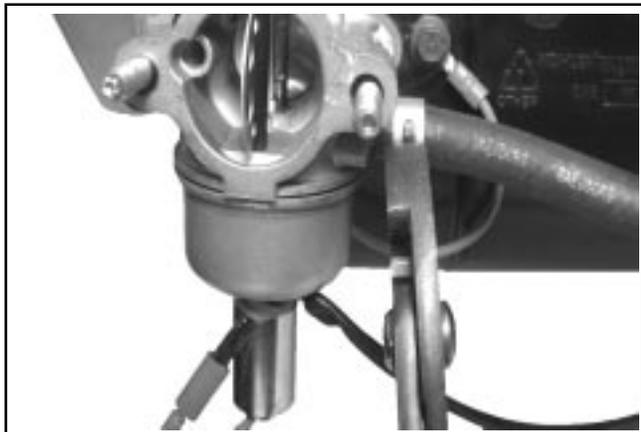
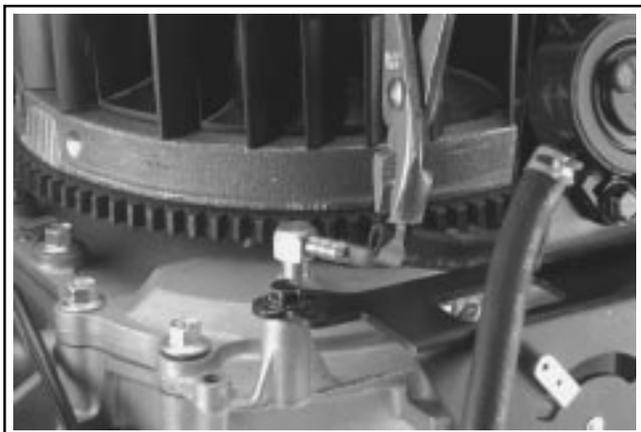

Figure 8-11. Débranchement de la canalisation du carburant du carburateur.
Figure 8-12. Débranchement de la conduite d'impulsions du carburateur.
1. Couper l'alimentation en carburant. Débrancher la canalisation du carburant au niveau du raccord d'admission du carburateur. Voir la Figure 8-11. Si une pompe à carburant est utilisée, débrancher le conduit d'impulsions au niveau du raccord situé sur la plaque de fermeture. Voir la Figure 8-12.